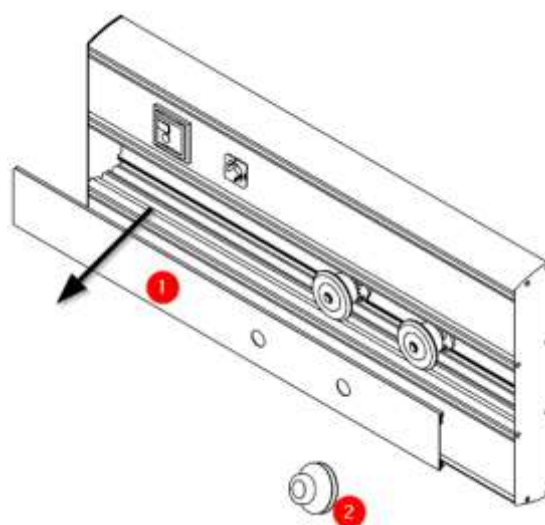

Fig. 1 Verwijderen van de voorste afdekking van het gascircuit
Verwijder het deksel van de behuizing van het gascircuit (1) met behulp van de plastic zuignap (2). (Zie afb. 1).